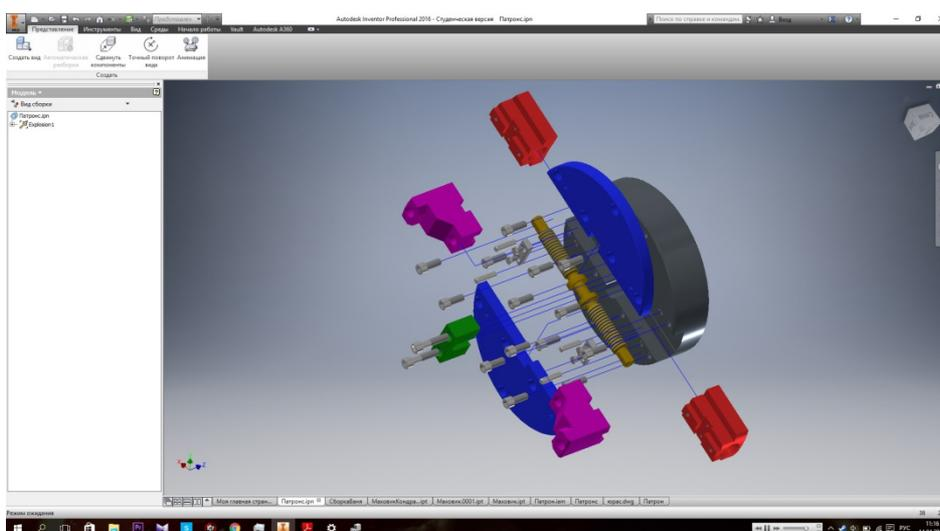

Рис. 23. Выбор направления перемещения детали и задание расстояния перемещения
6. Наводим курсор на деталь и по стрелкам координат выбираем направление перемещение детали и задаем на сколько мы перемещаем (или выбирая команду ПОВЕРНУТЬ задаём угол, на который будет вращаться данная деталь) (рис. 23).